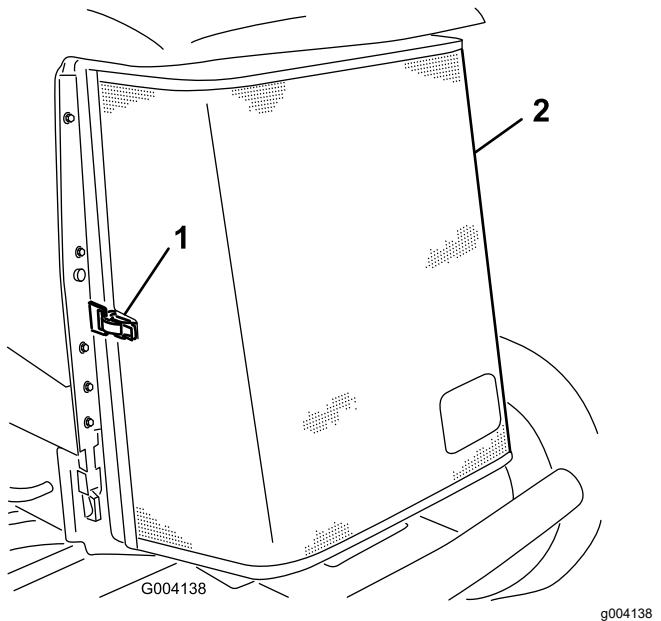

Figura 64
3. Desenganche y abra la rejilla trasera (Figura 64).